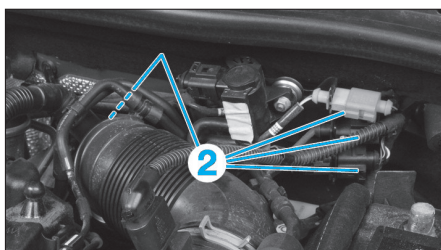

Fig. 75
- les connecteurs (2) des sondes de température des gaz d'échappement et de la sonde lambda (Fig.75),